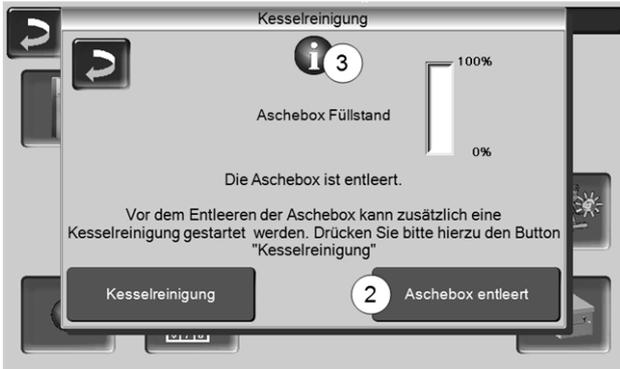

Abb. 2-56
- ▶ Drücken Sie den Button *Kesselreinigung* > Abb. 2-56